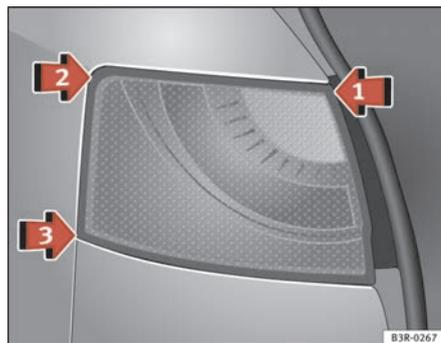
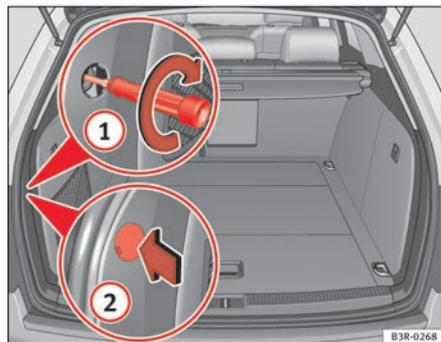

Fig. 224 Repose du feu arrière
Fig. 225 Coffre à bagages : vis de fixation de feu arrière
- Posez le feu arrière sur le support de feu arrière au niveau de la flèche ① ⇒ fig. 224.
- Appuyez légèrement sur le feu arrière pour qu'il s'encastre dans le support de feu arrière tout d'abord au niveau de l'emplacement ② puis ③ jusqu'à ce que les clips soient bien en place dans les patins en caoutchouc.
- Appuyez légèrement sur la partie supérieure du feu arrière et fixez le feu à l'aide de la vis à partir du coffre à bagages ⇒ fig. 225 ①.
- Reposez le cache en orientant l'évidement vers l'arrière ② devant la vis.